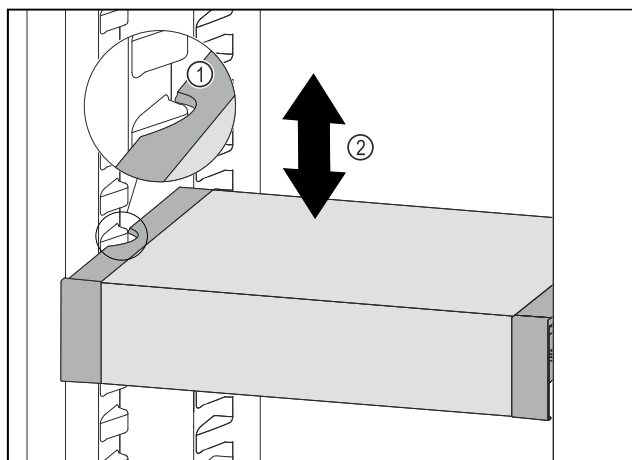

Fig. 93
- Táhněte VarioSafe dopředu, dokud nebudou boční vybrání VarioSafe na úrovni žebrování na nádoby v chladniče. Fig. 93 (1)
- Posouvejte VarioSafe v chladniče nahoru nebo dolů, dokud nedosáhnete požadované výšky. Fig. 93 (2)